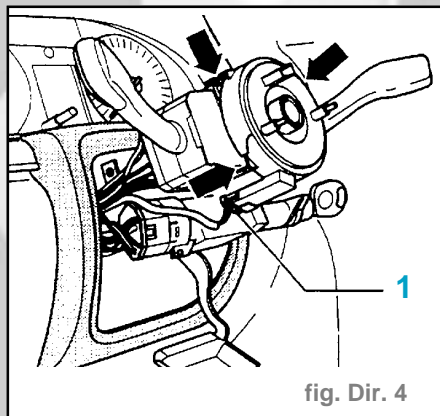

fig. Dir. 4
- Débrancher le connecteur (1) (fig. Dir. 4).